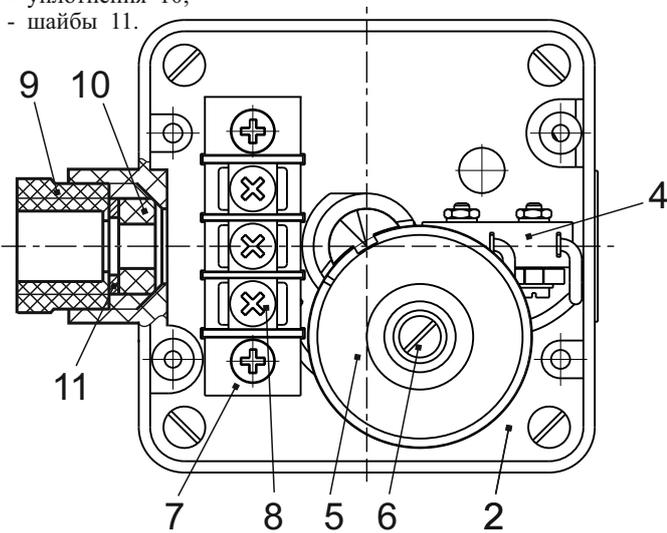

Рис. 1
2.1 Датчик (см. рис. 1, 2) состоит из следующих основных узлов и деталей: